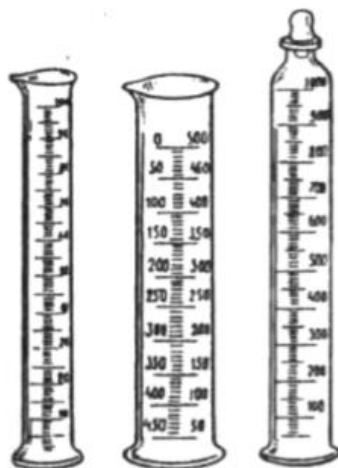

Рис. 26 – Цилиндры мерные.
*Цилиндры мерные* (рис. 26) используют для измерения жидких реактивов, для приготовления растворов приблизительной концентрации (но не для точного измерения объёмов).